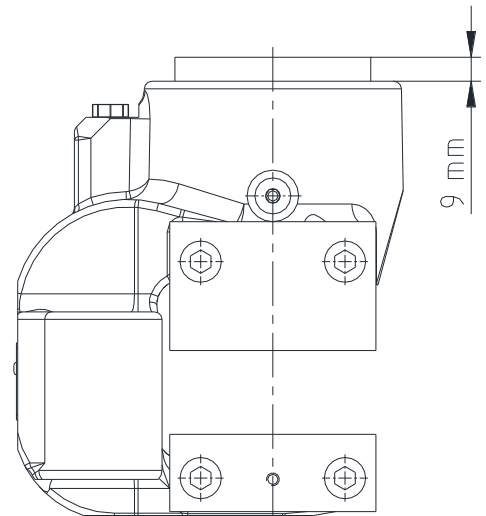

Figura 17: Ajuste de la tuerca de fijación
- Compruebe la posición de la tuerca de fijación (componente 1.7). Si fuera necesario, habría que fijarla a la medida correcta (véase figura 17).